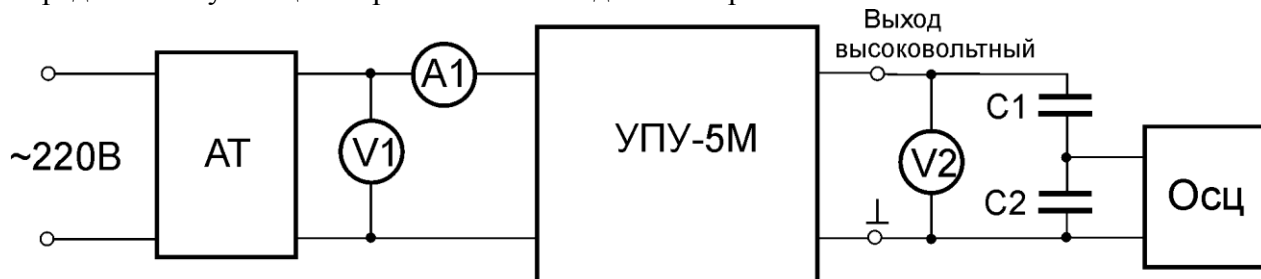

рис. 4
10.2.36 По схеме, изображенной на рис. 4, собрать экспериментальную установку для определения пульсаций переменного выходного напряжения:
10.2.43 Замерить амплитуду пульсаций на выходе прибора при помощи осциллографа (рис. 4). Амплитуда пульсаций (от пика до пика) не должна превышать 300В.